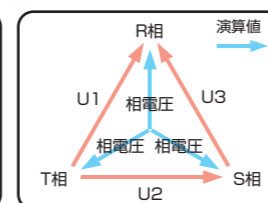

図2 デルタ-スター変換
■デルタ-スター変換:三相3線結線(3V3A結線)のとき、線間電圧から相電圧を演算(図2)